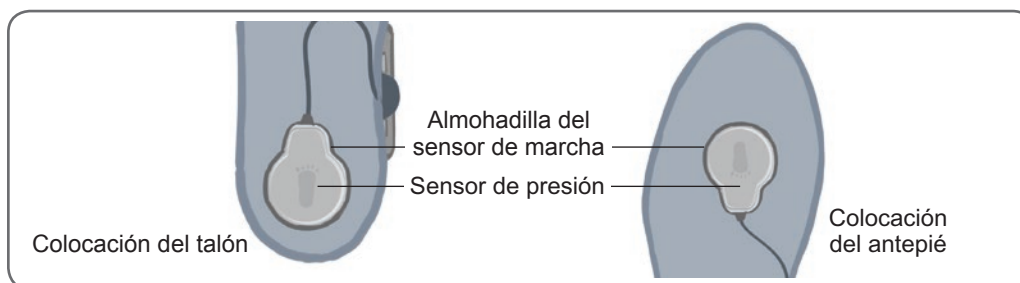

Ilustración 8-14: Colocación del sensor de pie en el calzado
4. Para determinar la posición del talón, dirija el cable del sensor de pie hacia la punta del calzado. Para determinar la posición del antepié, dirija el cable del sensor de pie hacia el talón del calzado. A continuación, sujete el sensor de presión a la almohadilla del sensor de pie. Consulte la ilustración 8-14.